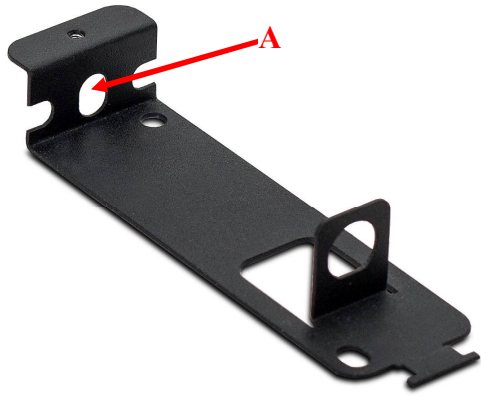

Рис.1
2. Протянуть кабель через отверстие А в кронштейне. (Рис.1)